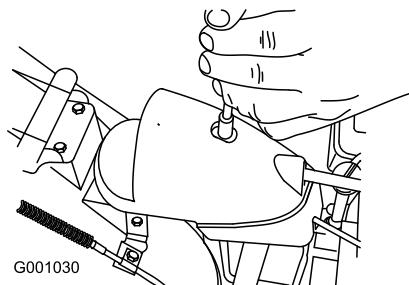

Рисунок 58
1. Снимите крепежные детали на крышки редуктора (Рисунок 58), поднимите переднюю часть крышки и сдвиньте ее дальше назад.